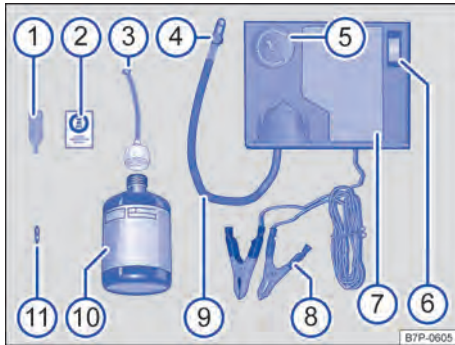
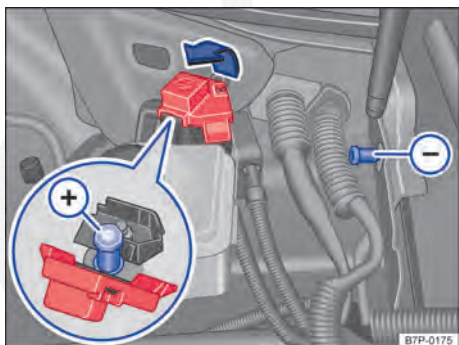

Fig. 287 Representação esquemática: componentes do kit de reparo dos pneus (variante 1).
Fig. 289 No compartimento do motor: ponto de conexão para o compressor de ar (variante 1).
O kit de reparo dos pneus encontra-se no compartimento de bagagem sob o assoalho do compartimento de bagagem. Ele é composto pelos seguintes componentes ⇒ Fig. 287:
12. Colar a etiqueta adesiva \Rightarrow Fig. 287  do kit de reparo dos pneus no painel de instrumentos, no campo de visão do condutor.
- Com a chave para remoção do elemento da válvula ⇒ Fig. 287 ①, desrosquear o elemento da válvula do pneu e colocá-lo sobre uma superfície limpa.
- Agitar a garrafa para enchimento dos pneus ⇒ Fig. 287 ⑩ algumas vezes com força.
- Rosquear a mangueira de enchimento ⇒ Fig. 287 ③ com firmeza no sentido horário sobre a garrafa para enchimento dos pneus. A película na tampa é perfurada automaticamente.
- Remover a vedação da tampa da mangueira de enchimento ⇒ Fig. 287 ③ e introduzir a extremidade aberta na válvula do pneu.
- Rosquear novamente o elemento da válvula com a chave para remoção do elemento da válvula ⇒ Fig. 287 ① na válvula do pneu.
- Rosquear a mangueira de enchimento dos pneus ⇒ Fig. 287 ⑨ do compressor de ar com firmeza na válvula do pneu.
- Conectar o compressor de ar com os terminais de 12 V ⇒ Fig. 287 ⑧ **apenas** nos pontos de auxílio à partida no compartimento do motor ⇒ Fig. 289. Conectar o terminal vermelho do cabo do compressor no positivo ⊕ e o terminal preto no negativo ⊖.
- Ligar o compressor de ar com o interruptor LIGA-DESLIGA ⇒ Fig. 287 ⑥.
Reconectar a mangueira de enchimento dos pneus ⇒ Fig. 287  e ler a pressão dos pneus no indicador da pressão dos pneus .